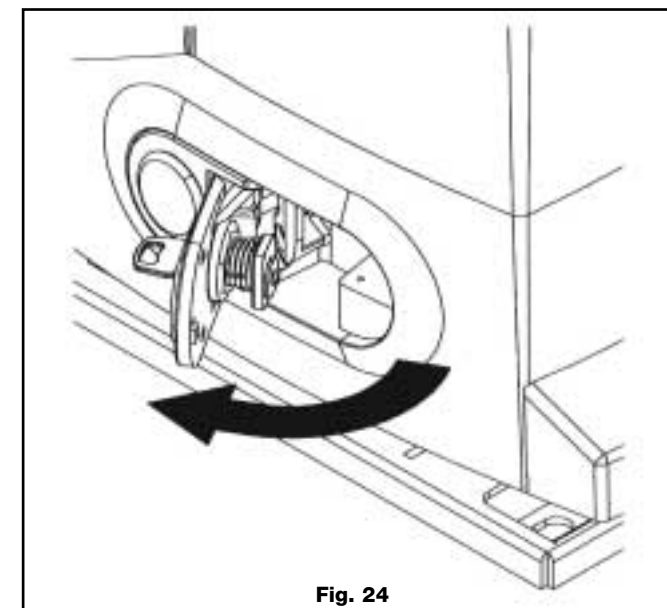

Fig. 24
- Tirer légèrement vers l'extérieur la clé pour faire sortir le portillon, puis tirer celui-ci vers l'extérieur jusqu'à son arrêt (fig. 24); le portillon, doté d'une came, désaccouple la transmission.